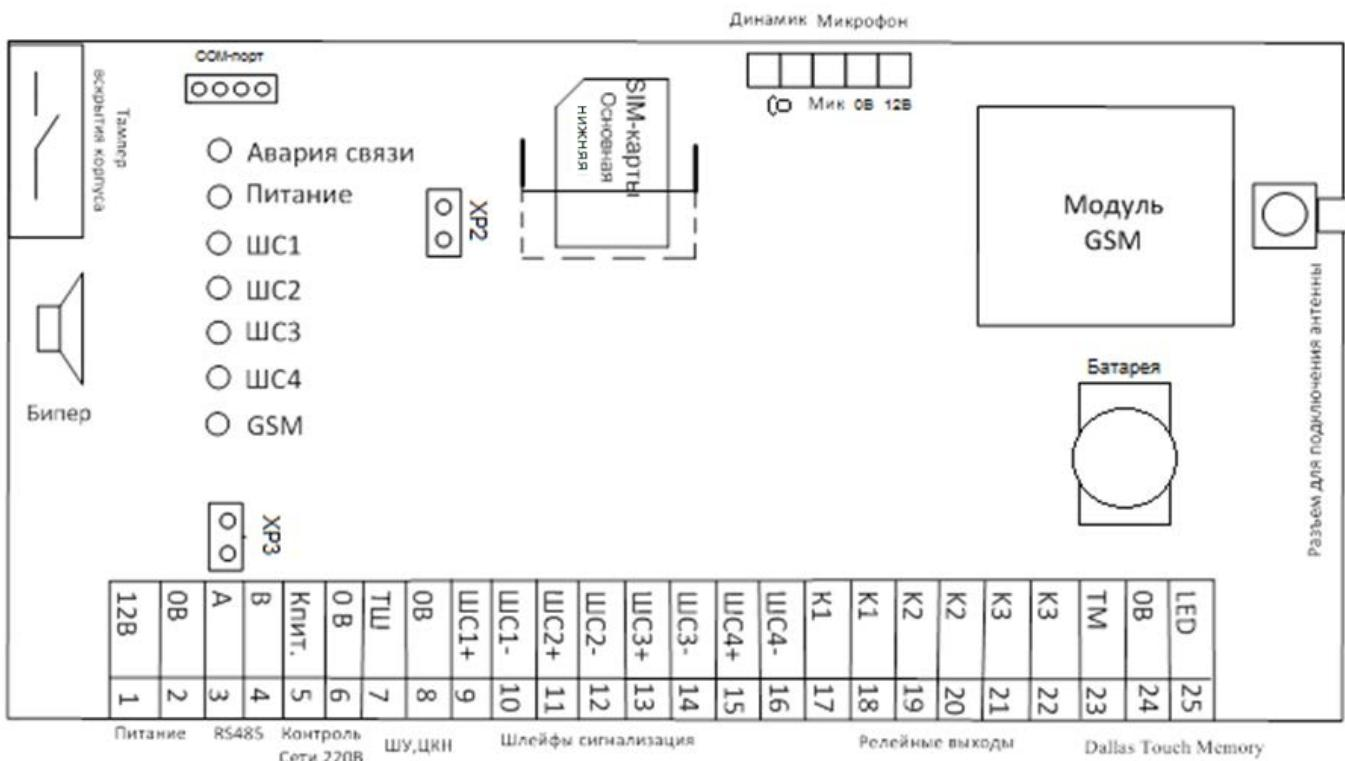

Рисунок 1. Блок схема «YO-4C»
- для использования устройства в режиме «Мастер» следует снять перемычку XP2 (см. рисунок 1). В остальных случаях должна быть установлена;